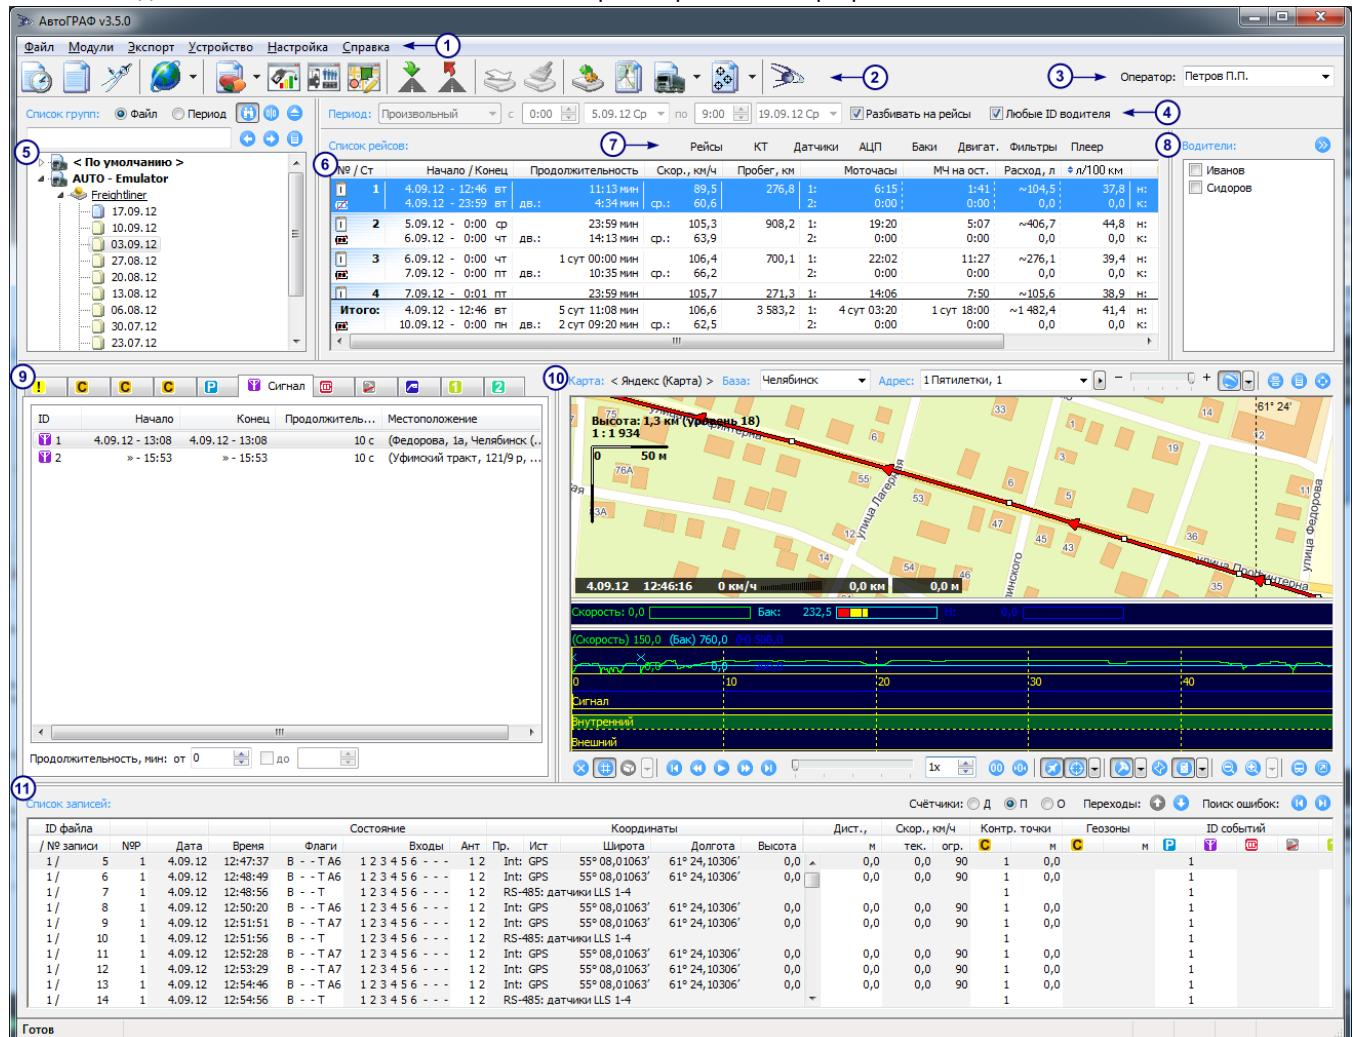

Рис.1 – Рабочее окно программы «АвтоГРАФ».
9. **Панель вкладок.** Панель содержит вкладки, на которых отображается информация о различных событиях в течение рейса. Выберите интересующий рейс из списка (рис.1, п.6) и на соответствующих вкладках отобразятся данные о событиях за рейс.
При выборе одной из групп ТС из списка (рис.1, п.5) панели **Список рейсов**, **Водители** подменяются следующими панелями: